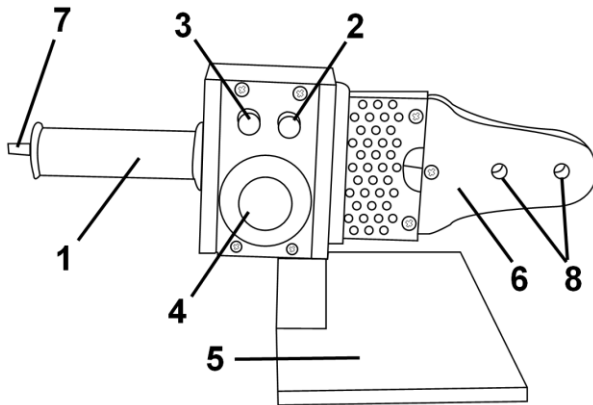

Рисунок 1
2.2.1 Виріб складається з наступних основних частин: нагрівального елемента (6), в який встановлюються циліндричні змінні насадки з тефлоновим покриттям для розігріву стикових поверхонь труб різноманітних діаметрів перед зварюванням; корпусного блоку управління з
рукою (1), двома світловими індикаторами нагріву (2) і контролю температури (3), терморегулятором/вимикачем (4) та фіксатором для під'єднання опори; опора для встановлення та утримування виробу під час розігріву – згідно рис. 1. Виріб комплектується змінними насадками для певної номенклатури діаметрів труб.